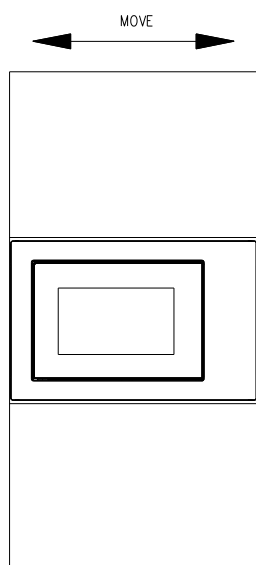

Figura 3
3. Deplasați produsul în paralel în dulapul de bucătărie potrivit direcției săgeții din figură și mențineți-l centrat (figura 3).